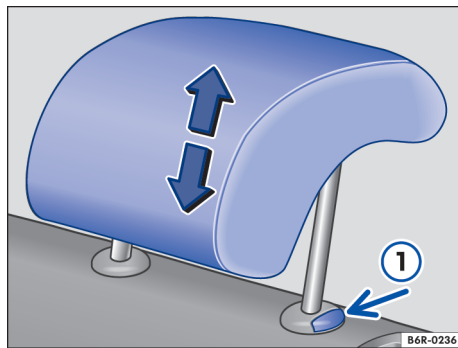

Fig. 62 Desinstalar o apoio para cabeça traseiro.
- Retirar o apoio para cabeça com o botão → Fig. 62 ① pressionado.
- Empurrar o apoio para cabeça para baixo com o botão → Fig. 62 ① pressionado.